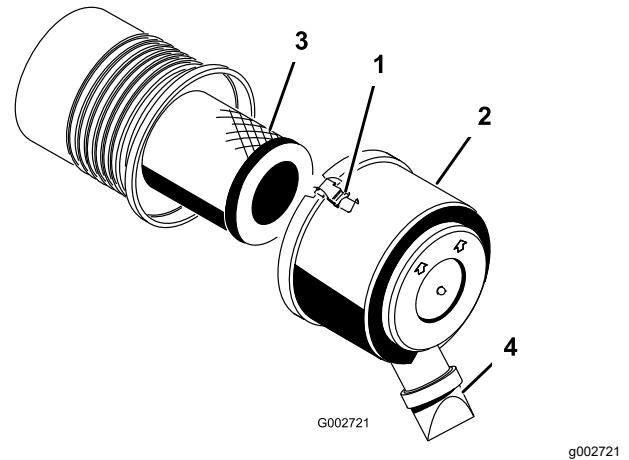

Figura 26
- Rilasciate i fermi che fissano il coperchio del filtro dell'aria al relativo corpo (Figura 26).